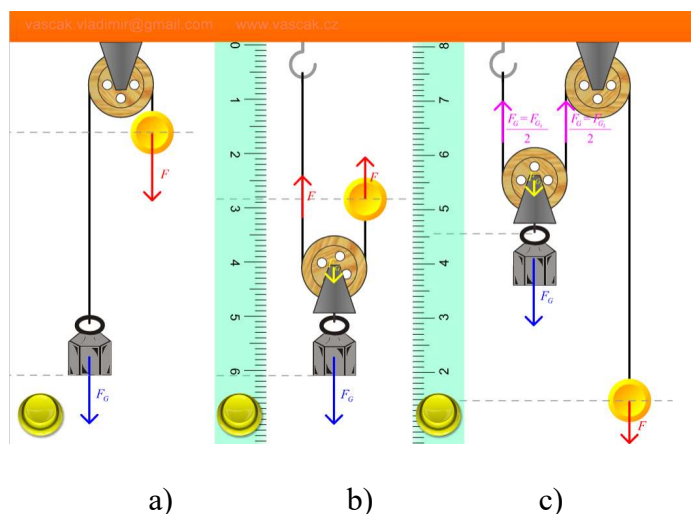

Figura No. 1
Aparecerá la imagen de la *Figura No. 1*, y con ayuda de su profesor, familiarícese con su uso.
I.2 Para cada sistema que se muestra en la *Figura No. 1*, haga el DCL para la masa que cuelga del arillo y establezca la condición de equilibrio que se debe cumplir para que el sistema permanezca en equilibrio.
1. Realice el diagrama de cuerpo libre para cada una de las poleas que aparecen en cada sistema en la *Figura No. 1*. ¿Cuál es la función de las poleas dentro del sistema?